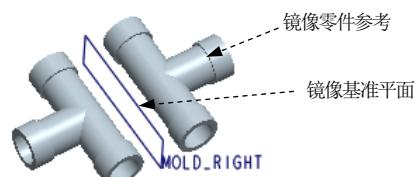

图 15.3 创建镜像参考模型
(1) 单击^{模具}功能选项卡^{参考模型和工件}区域的按钮^{参考模型}，在系统弹出的菜单中单击^{创建参考模型}按钮，系统弹出“创建元件”对话框。
(2) 在“创建元件”对话框中选中^{类型}区域中的^{零件}单选项，选中^{子类型}区域中的^{镜像}单选项，在^{名称}文本框中输入坯料的名称pipeline_mold_ref_02，然后再单击^{确定}按钮，此时系统弹出“镜像零件”对话框。
(3) 在系统弹出的“创建选项”对话框中选中^{仅镜像几何}单选项，在“镜像零件”对话框中的^{零件参考}区域单击字符“选择项”，然后选取图15.3所示要镜像的参考零件，在“镜像零件”对话框中的^{平面参考}区域单击字符“单击此处添加项”，选取图15.3所示的镜像平面参考，完成选取后单击^{确定}按钮。